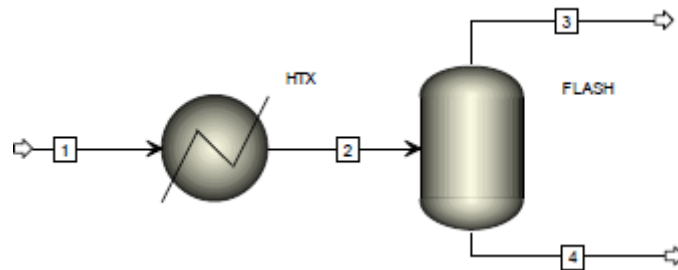

Figure 1 : Schéma (flowsheet)
- o Reliez les blocs comme indiqué à la figure 1. Attention à bien sélectionner les flèches rouges du schéma pour que le lien entre le flux et le bloc soit bien établi.